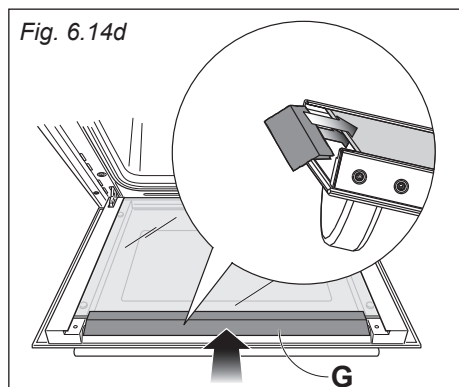

Fig. 6.14d
- Rimontare correttamente il profilo superiore "G" della porta (fig. 6.14d).